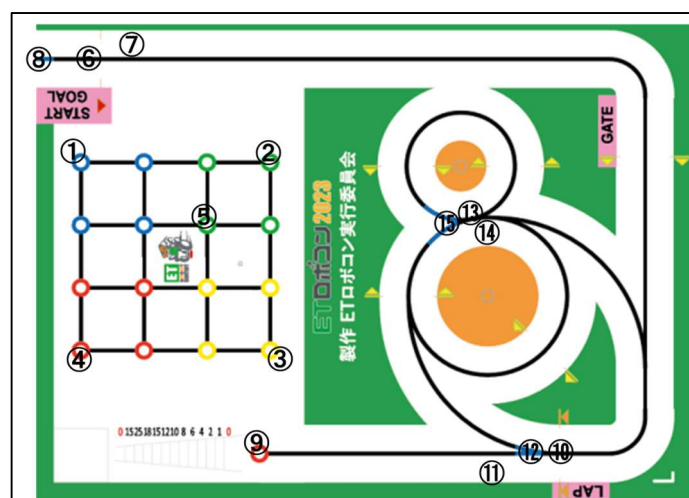

図6 場所番号
- ・RGB 値の取得ボタンの押下時に、図6のように場所に応じた番号（以下、「場所番号」と呼ぶ。）を PC の画面に表示することで、どの場所のデータなのか見返すことができる。